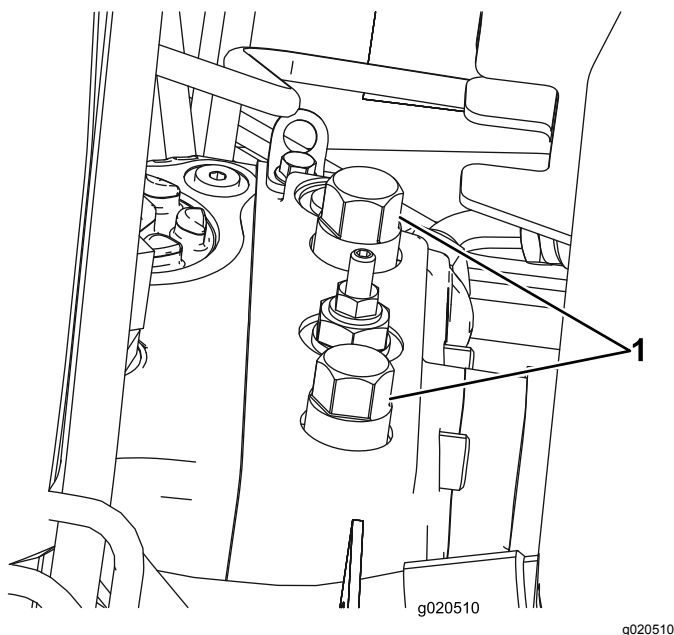

Figura 40
1. Levante el capó y localice las válvulas de desvío (Figura 40) en la parte superior de la bomba, detrás de la batería/cajas de almacenamiento.